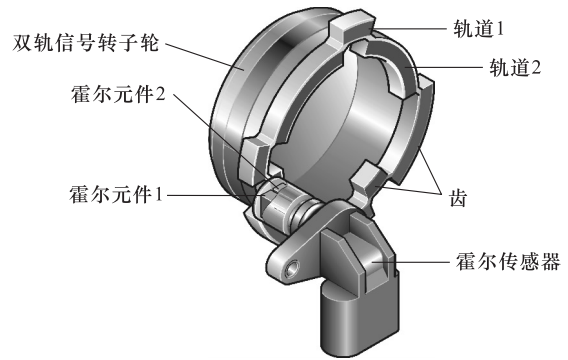

图 4-55 触发轮齿型霍尔式凸轮轴位置传感器结构
(1) 结构 触发轮齿型霍尔式凸轮轴位置传感器由双轨信号转子轮和霍尔传感器组成, 如图 4-55 所示。